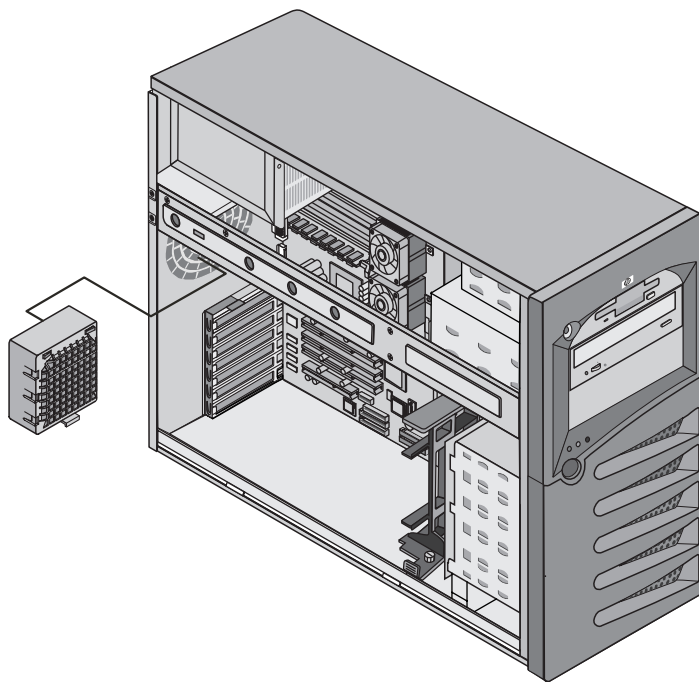

Figura 5-1: Extracción del ventilador del chasis
6. Desconecte el conector y levante el ventilador para extraerlo. Consulte la figura 5-1.